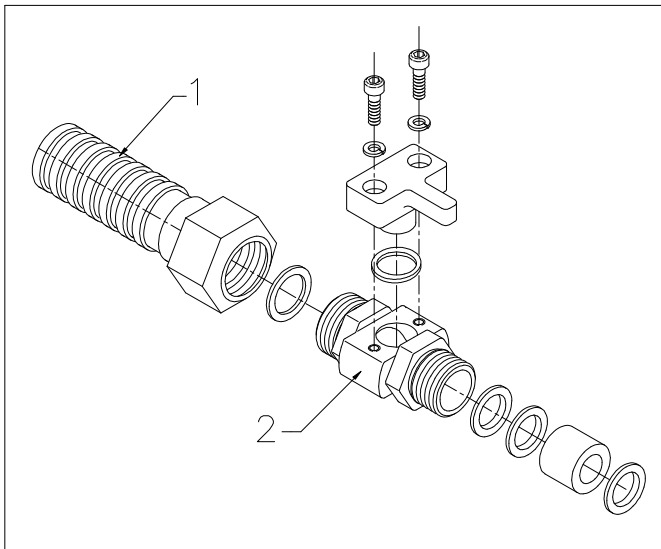

Fig. 9.2
Deze slang bestaat uit een flexibele roestvast stalen mantel (fig. 9.2 pos 1) en een speciale kabelinvoer (fig. 9.2 pos 2) die de kabel beschermt tegen mechanische en chemische beschadiging.